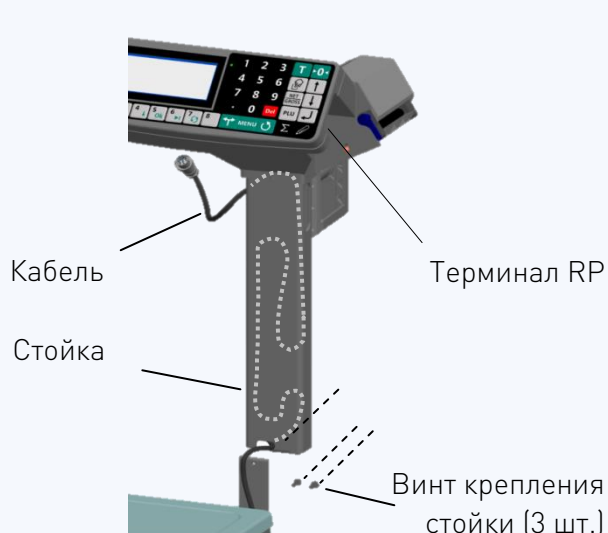

Рис. 3.2 - Сборка весов
3. Протянуть кабель модуля внутри стойки и подключить к терминалу (Рис. 3.2, 3.3).